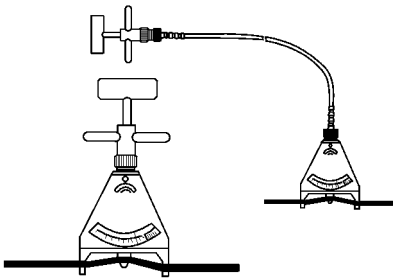

图 19-27 检查传动带的张力
2) 使用传动带张紧钢缆检查传动带的张力，如图 19-27 所示。其张力应符合表 19-3 的要求。